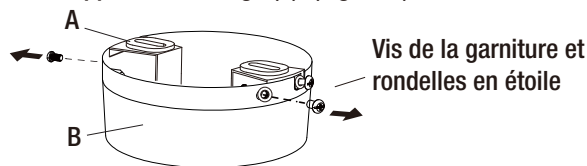

Figure 4
- Enlever le support de montage (A) de la garniture (B) en desserrant les deux vis de la garniture et les rondelles en étoile situées dans les fentes en forme de L. Retirer les deux vis de la garniture et les rondelles en étoile des trous ronds et les conserver pour une utilisation ultérieure. Cela vous permettra d'enlever le support de montage (A). (Figure 4)